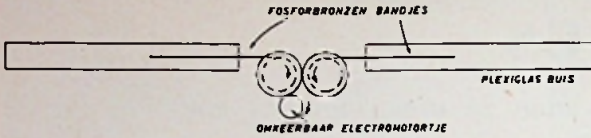

Fig. 1 - SCHEETS voor de constructie van een dipool met veranderlijke lengte.
- Afb. 1. Zogenaamde Marconi antenne, voor het gebied 3...30 MHz.
bv. uitgebracht een dipoolantenne, waarvan de lengte — op afstand! — kan worden gevarieerd. Deze constructie kan men het beste vergelijken met twee stalen rol-centimeters, waarbij de uitgeschoven lengte door middel van een kleine elektromotor kan worden gevarieerd (fig. 1). Dat hierbij i.v.m. aanpassing, isolatie en betrouwbare contacten plus indicatie op afstand, nog het één en ander komt kijken laat zich denken.